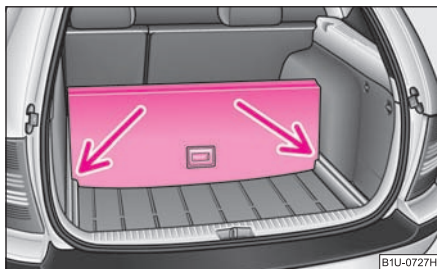

Fig. 75 Dividir el maletero
- Levantar la parte del piso de carga tirando de la empuñadura y asegúrelo introduciéndolo en las ranuras ⇒ fig. 75. ■